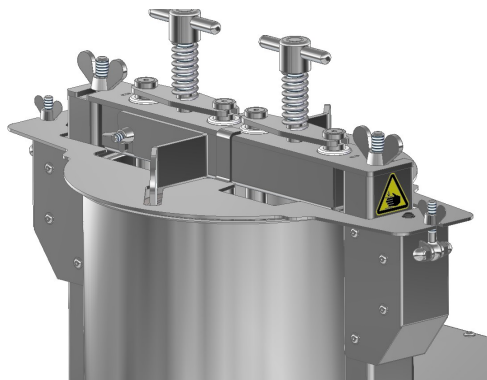

Рис.5
7.1.6. Установите крышку меланжера, закрепив её на стойках корпуса при помощи откидных болтов с гайками. При этом конечные выключатели, находящиеся в стойках, будут приведены в рабочее положение. При работе меланжера вращение остановится, как только крышка будет снята (рис. 5).